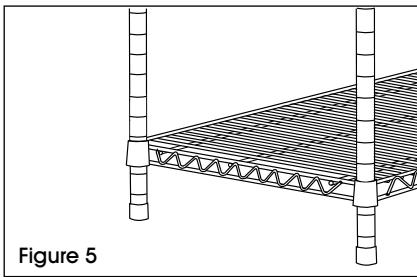

Figure 5
3. Placez l'unité à l'endroit. Tapotez doucement la tablette vers le bas pour la fixer. (Voir Figure 5)